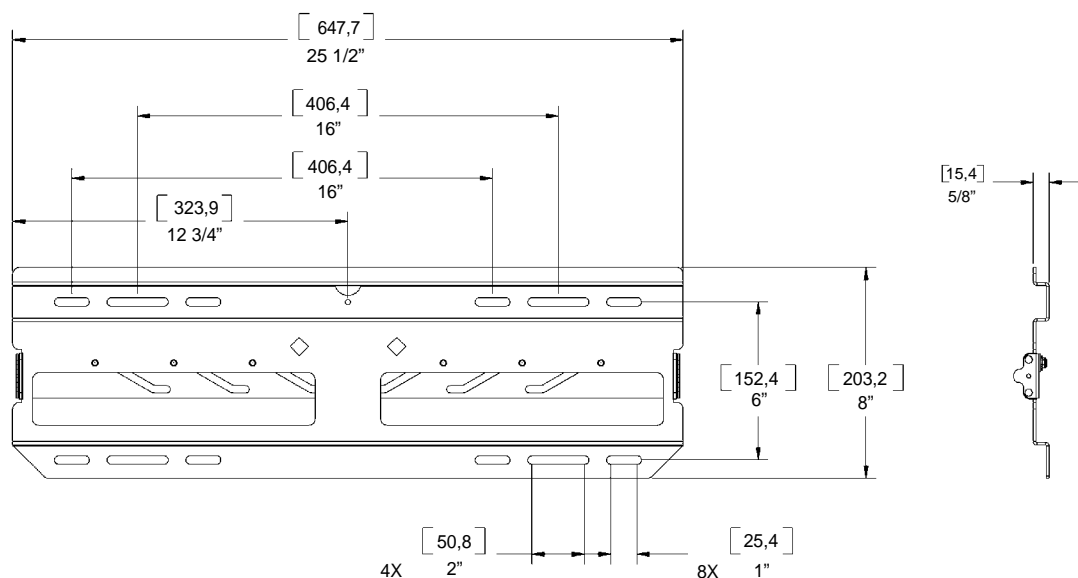

Figura 3. Instalação com parafusos de olhal
1. Determine um local adequado para a montagem e coloque a placa de parede (10) no lugar (consulte “LISTA DE PEÇAS”, na página 3, e a figura 3).
3. Nivela a placa de parede (10) e faça furos-piloto para ancorar a placa de parede. Se estiver furando traves de madeira, use uma broca de 6 mm (5/64 pol.).
4. Usando quatro parafusos de olhal de 8 mm (5/16 pol.) (80) e arruelas de 8 mm (5/16 pol.) (90), instale a placa de parede na parede.